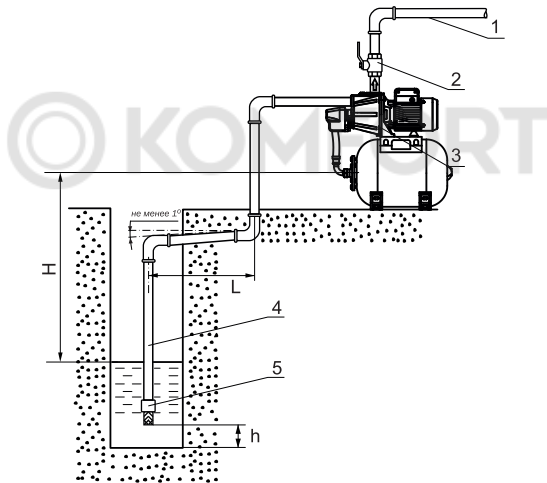

Рис.4. Подача воды из колодца
8.2. Насосную станцию следует устанавливать непосредственно около источника водозабора (см. Рис.4;5). При монтаже старайтесь минимизировать количество резких сужений, расширений и поворотов всасывающей магистрали.
8.8. Для насосной станции рекомендуется в напорной магистрали (поз.1) на выходном патрубке установить вентиль (поз.2) (Рис.4; 5). Он пригодится при регулировке реле давления, позволяя не отходя от насосной станции перекрывать и открывать напорную магистраль. Кроме того, при демонтаже насосной станции этот кран будет препятствовать вытеканию воды из напорной магистрали.